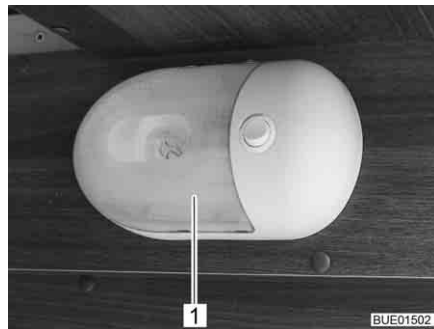

Bild 265 Påbyggnadslampa
*Lampbyte:* ■ Tryck försiktigt samman den transparenta kåpan (Bild 265,1) på båda sidor, dra lätt bort den från brytaren och ta bort den framifrån.